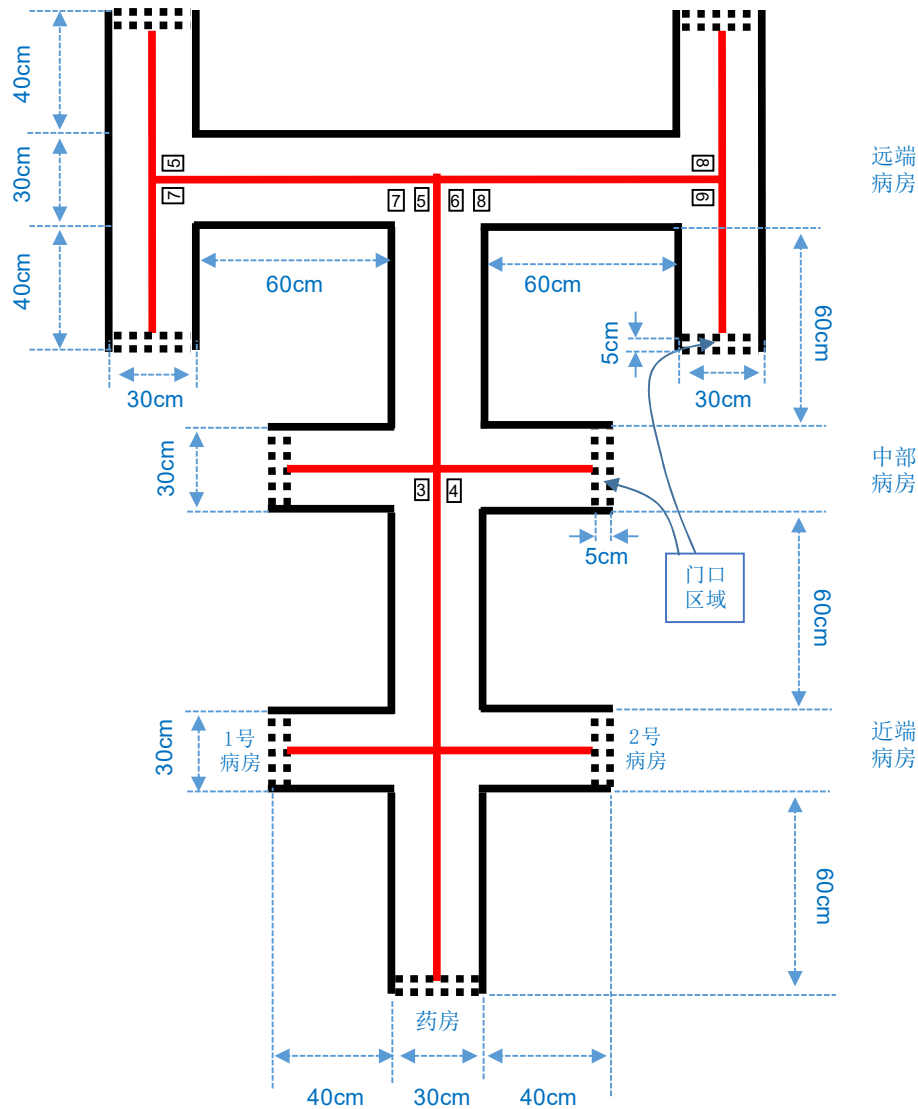

图 1 院区结构示意图
设计并制作智能送药小车，模拟完成在医院药房与病房间药品的送取作业。院区结构示意图如图 1 所示。院区走廊两侧的墙体由黑实线表示。走廊地面上画有居中的红实线，并放置标识病房号的黑色数字可移动纸张。药房和近端病房号（1、2 号）如图 1 所示位置固定不变，中部病房和远端病房号（3-8 号）测试时随机设定。
(1) 院区可由铺设白色亚光喷绘布制作。走廊上的黑线和红线由喷绘或粘贴线宽约为 1.5cm~1.8cm 的黑色和红色电工胶带制作。药房和病房门口区域指其标线外沿所涵盖的区域，其标线为约 2cm 黑白相间虚线。图 1 中非黑色、非红色仅用于识图解释，在实测院区中不出现。
(2) 标识病房的黑色数字可在纸张上打印，数值为 1-8，每个数字边框长宽为 8cm×6cm，将“数字字模.pdf”文件按实际大小打印即可；数字标号纸张可由无痕不干胶等粘贴在走廊上，其边框距离实线约 2cm；图 1 中标识远端病房的两个并排数字边框之间距离约 2cm。
(3) 小车长×宽×高不大于 25cm×20cm×25cm，使用普通车轮（不能使用履带或麦克纳姆轮等特殊结构）。两小车均由电池供电，小车间可无线通信，外界无任何附加电路与控制装置。
(4) 作品应能适应无阳光直射的自然光照明及顶置多灯照明环境，测试时不得有特殊照明条件要求。
(5) 每项测试开始时，只允许按一次复位键，装载药品后即刻启动运送时间计时，卸载药品后即刻启动返回时间计时。计时开始后，不得人工干预。每个测试项目只测试一次。
(6) 小车于药房处识别病房号的时间不超过 20s。发挥部分（1）中自选暂停点处的小车 2 与小车 1 的车头投影外沿中心点的红实线距离不小于 70cm。
(7) 有任何一个指示灯处于点亮状态的小车必须处于停止状态。两小车协同运送过程中不允许在同一走廊上错车或超车。
(8) 测试过程中，小车投影落在黑实线上或两小车碰撞将被扣分；小车投影连续落在黑实线上超过 30cm 或整车越过黑实线，或两小车连续接触时间超过 5s，该测试项计 0 分。
(9) 参赛者需自带 2 套数字标号纸张，无需封箱。